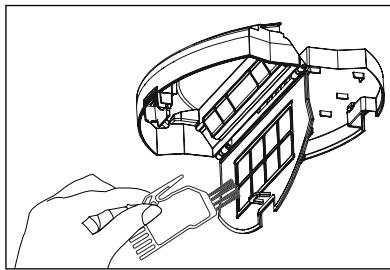

Fig. 11
- 5) Nettoyez le filtre-tamis avec la brosselette **10** (voir fig. 11).